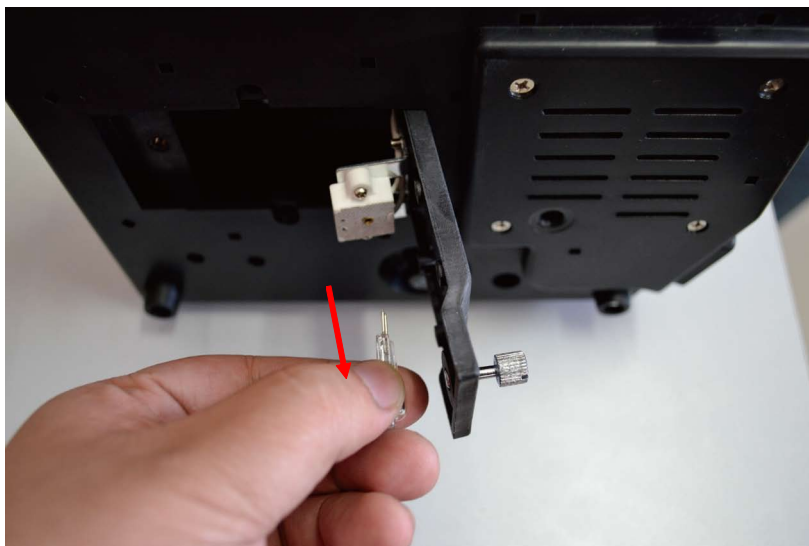

图65 取下显微镜灯泡
3.5.2.3 将损坏灯泡从插座中直接拔出（如果显微镜使用过程中灯泡熄灭，需要等光源温度降低后再进行灯泡更换，以免烫伤。）。如图65：